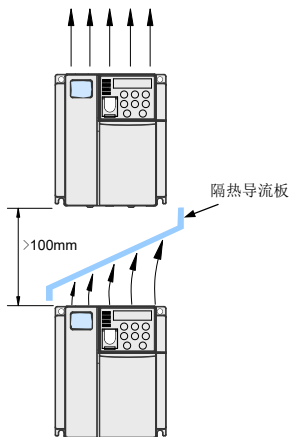

图 3-2 MD310 变频器上下安装示意图
- 2) 请向上垂直安装变频器，便于热量向上散发。若柜内有多台变频器时，请并排安装。在需上下安装的场合，请参考图 3-2，安装隔热导流板。